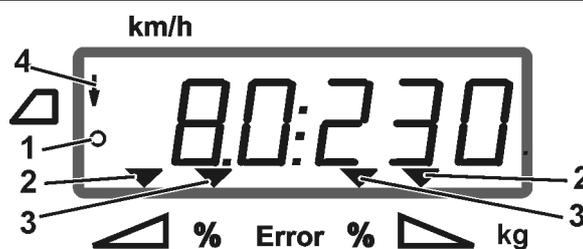

Рис. 6
- **AMADOS+** получает импульсы для расчета пройденного пути (Рис. 6/1),
- запорные заслонки открыты (Рис. 6/2).
- Распределение по границе показывается стрелкой на дисплее (Рис. 6/4).
- Треугольные символы (Рис. 6/3) на рабочем дисплее указывают на изменение нормы внесения.